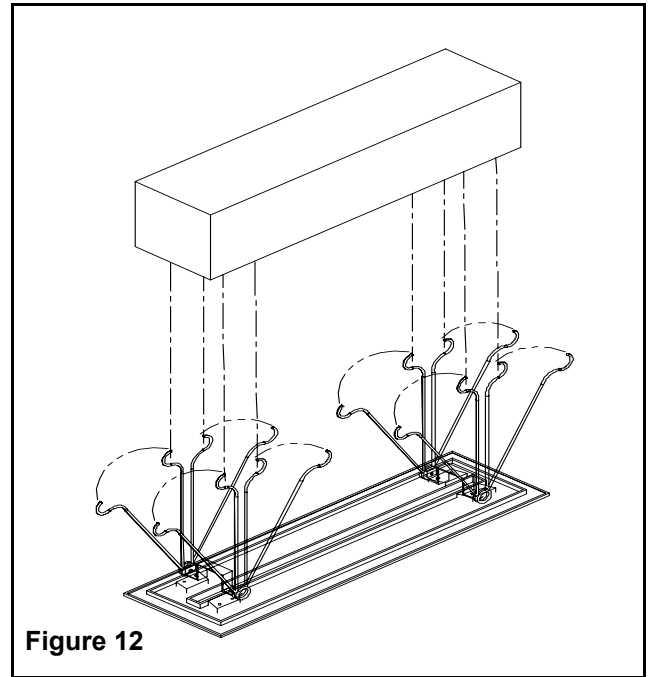

Figure 12
6. Pour l'assemblage la plaque de finition. (voir fig. 12)